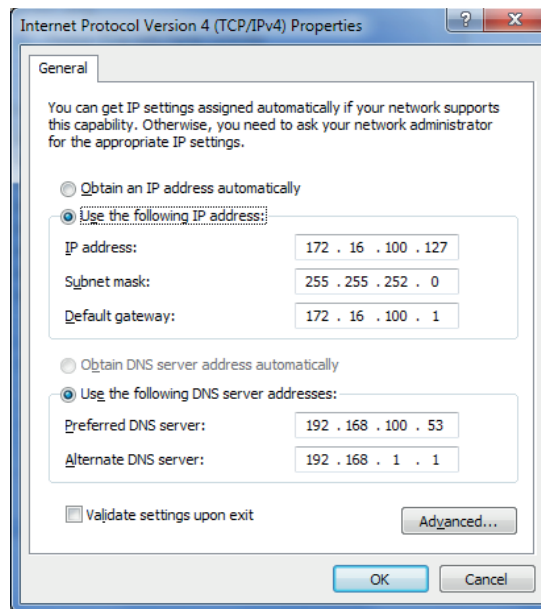

Figura 3-34
1. Configure la dirección IP del PC. Vea la Figura 3-34: